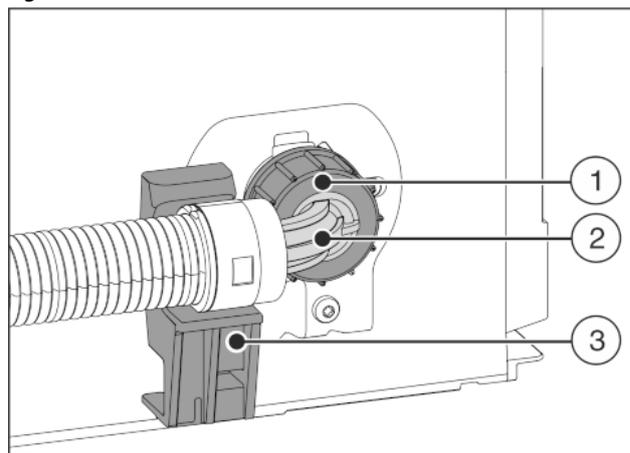

Fig. 21
- ▶ Posizionare l'estremità angolata del tubo Fig. 21 (2) in orizzontale sul supporto Fig. 21 (3) e fissare.
- ▶ Avvitare a mano il dado Fig. 21 (1) sul filetto finché non è perfettamente in sede.